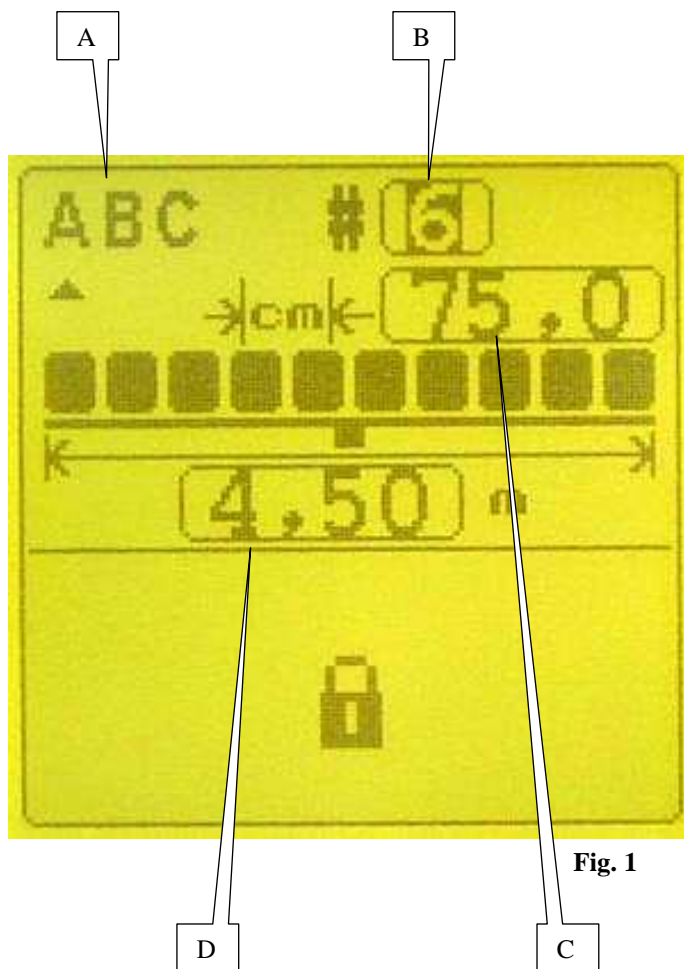

Fig. 1
a) sottoprogramma di configurazione console (Fig. 1)
l'icona e confermare. Verrà visualizzata la schermata (Fig. 1).
l'écran et valider. L'affichage (Fig. 1) apparaît
In programming mode, highlight the screen and confirm. The display (Fig. 1) will appear.